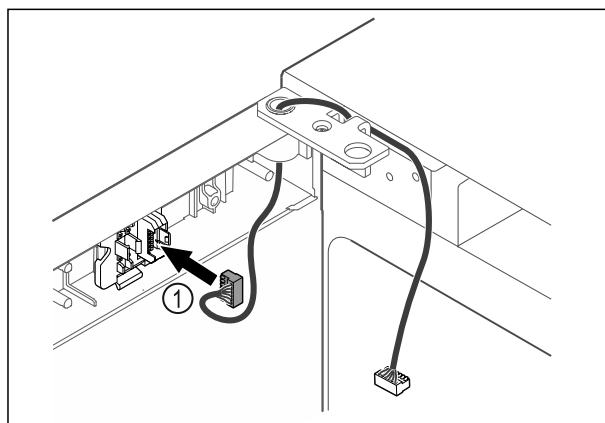

Fig. 45
- ▶ Sæt stikket Fig. 45 (1) i stikholderen.